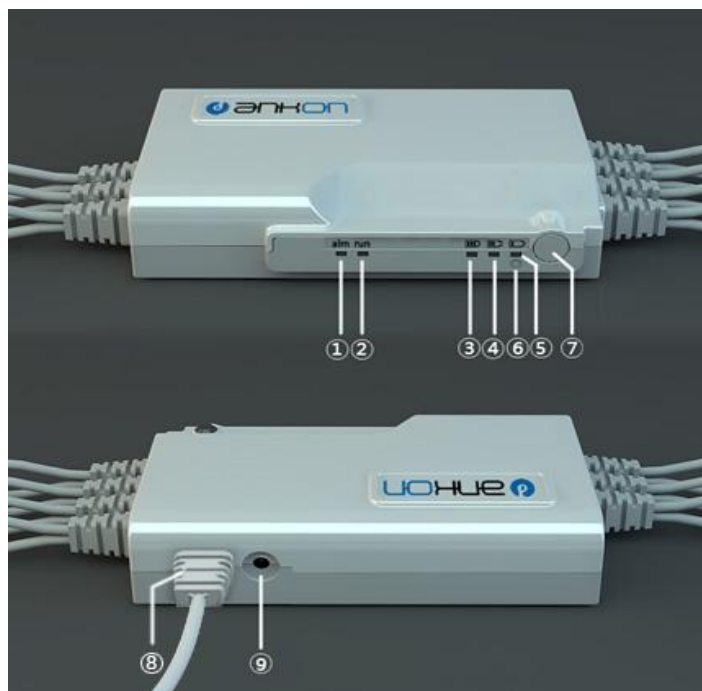

图 6-3 便携记录器操作面板
便携记录器上电源开关、USB 接口、LED、按键，相应的标识和位置，如图 6-3 所示。
长按电源开关直到 5 个 LED（图 6-3 中标识为①②③④⑤）全亮了再松开，就使得便携记录器正常上电了。让便携记录器关电，需要点击 ESNavi 的相应按钮进行操作。另外，如果便携记录器没有通过 USB 连接到计算机，这种状态下如果持续 15 分钟没有检测到胶囊，也会自动关电，节省能源。告警指示灯（图 6-3 中标识为①，下方有 alm 字符），红色，如果一直亮着，表示没有检测到胶囊的信息；如果一亮一灭闪烁着，表示检测到胶囊存在，只是上层软件还没有下发命令让胶囊拍摄图像信息。运行指示灯（图 6-3 中标识为②，下方有 run 字符），绿色，每次接收到胶囊传送的图像信息，就亮一下，然后很快熄灭；接收到下一张图像信息，就会再亮一下，然后再熄灭。相应标识接收到胶囊拍摄的图像信息。
电池电量指示灯（图 6-3 中标识为③④⑤，下方有电池电量的图形标识，分别为三格/二格/一格），绿色，表示电池当前的电量信息。如果③④⑤都亮表示电量高于 90%，如果④⑤两个亮表示电量高于 70%，如果只有⑤一个亮表示电量高于 40%，如果只有⑤处于亮/灭闪烁，表示电量很小了。另外，如果便携记录器处于上电状态，如果被充电，这三个 LED 会循环着亮和灭。充电指示灯（图 6-3 中标识为⑥），白色，如果一直亮着，表示正在充电（无论便携记录器是否上电，只要充电，它都会亮）。充满电了，这个白色的 LED 会自动熄灭。